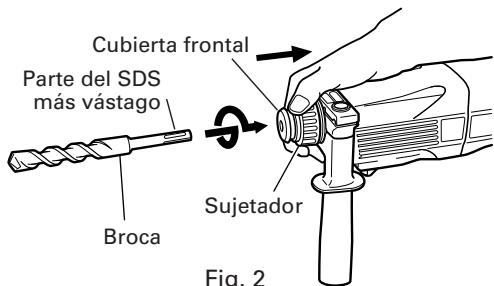
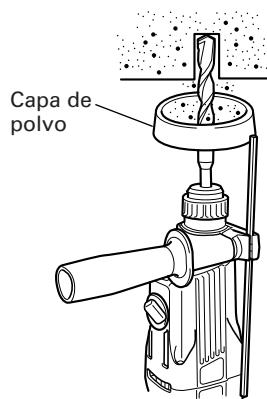
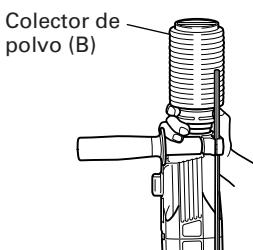

Fig. 2
Fig. 3
Fig. 4
6. Montaje de la broca (Fig. 2)
- (1) Para colocar una broca (SDS más vástago), tire completamente de la empuñadura en el sentido de la flecha como se muestra en la Fig. 2 en inserte profundamente la broca girándola.
- (2) Al soltar la empuñadura, la broca quedará asegurada.
- (3) Para extraer la broca, tire completamente de la empuñadura en el sentido de la flecha y tire hacia afuera de la broca.
7. Cuando instale la copa de polvo o el lector de polvo (B) (Accesorios facultativos)(Fig. 3, Fig. 4)
Emplee la copa de polvo instalando la broca como se muestra en la Fig. 3.
- Instalacion del colector de polvo (B)
Para emplear el colector de polvo (B), Insértelo desde la punta de la broca alineándolo con la ranura de la empuñadura. (Fig. 4)